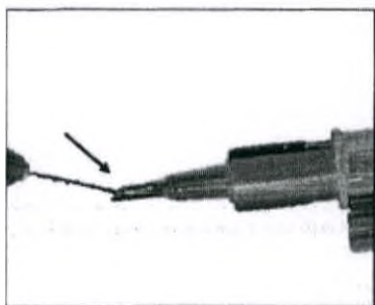
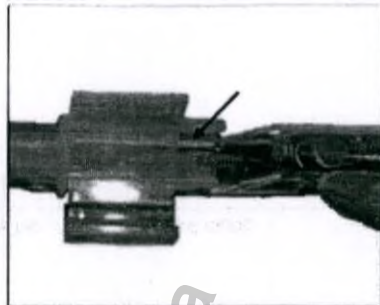

рис. 1
рис. 2
4. Осмотреть устройство и убедиться, что оно не повреждено. Линзу следует тщательно промыть сбалансированным солевым раствором путем ополаскивания через кончик картриджа (рис. 1) и с конца загрузочной камеры (рис. 2). Подождите в течение 30 секунд.